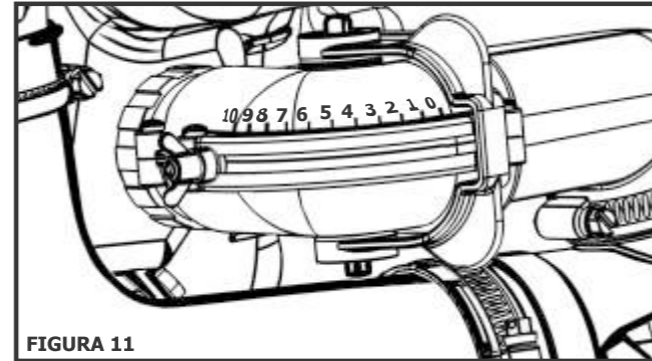

FIGURA 11
**b) Alavanca vermelha do dosador:** movimente esta alavanca até a opção de regulagem (1 a 10), que fornece a vazão (gramas/minuto), desejada para sua aplicação (Figura 11);
**c) Porca de regulagem do dosador:** após escolhida a vazão desejada, fixe manualmente esta porca, de tal forma que a regulagem não se altere durante a aplicação (Figura 11).